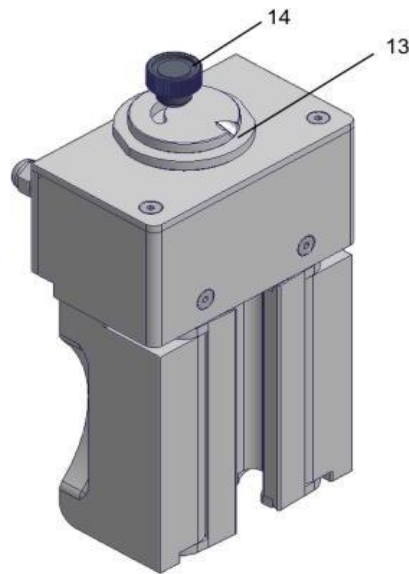

Рис. 5
- Встановіть необхідний кут згинання на шкалі [13] (рис. 5), послабивши, а потім затягнувши ручку [14].